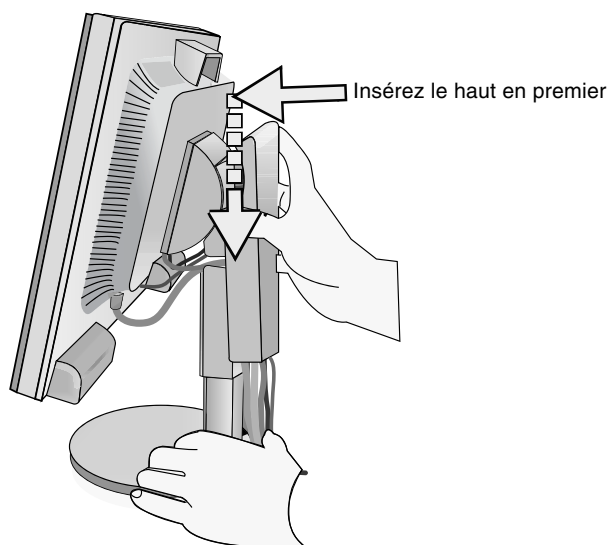
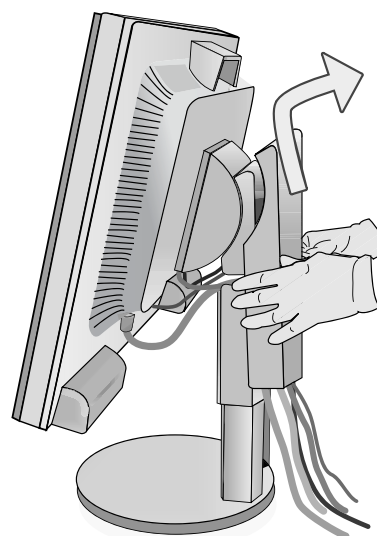

Figure D.1
Figure D.2
7. Maintenez fermement les câbles et placez le cache-câbles sur le support (**Figure D.1**). Pour retirer le cache-câbles, soulevez le couvercle comme indiqué sur la **Figure D.2**.